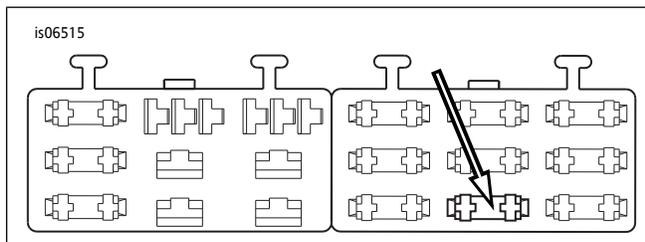

图9。“未使用的”保险丝盒空腔 (2004年款及之后的戴纳车型)
4. 参见图9。在右保险丝盒中找到保险丝盒盖上标为“OPEN” (空白) 的保险丝空腔 (1)。应有一条进入此电路一侧的导线，但没有配套导线或保险丝。插入橙色/白色适配器导线接线端直至其停止。参照附近的工厂安装接线端进行对比，检查确认朝向和深度是否正确。